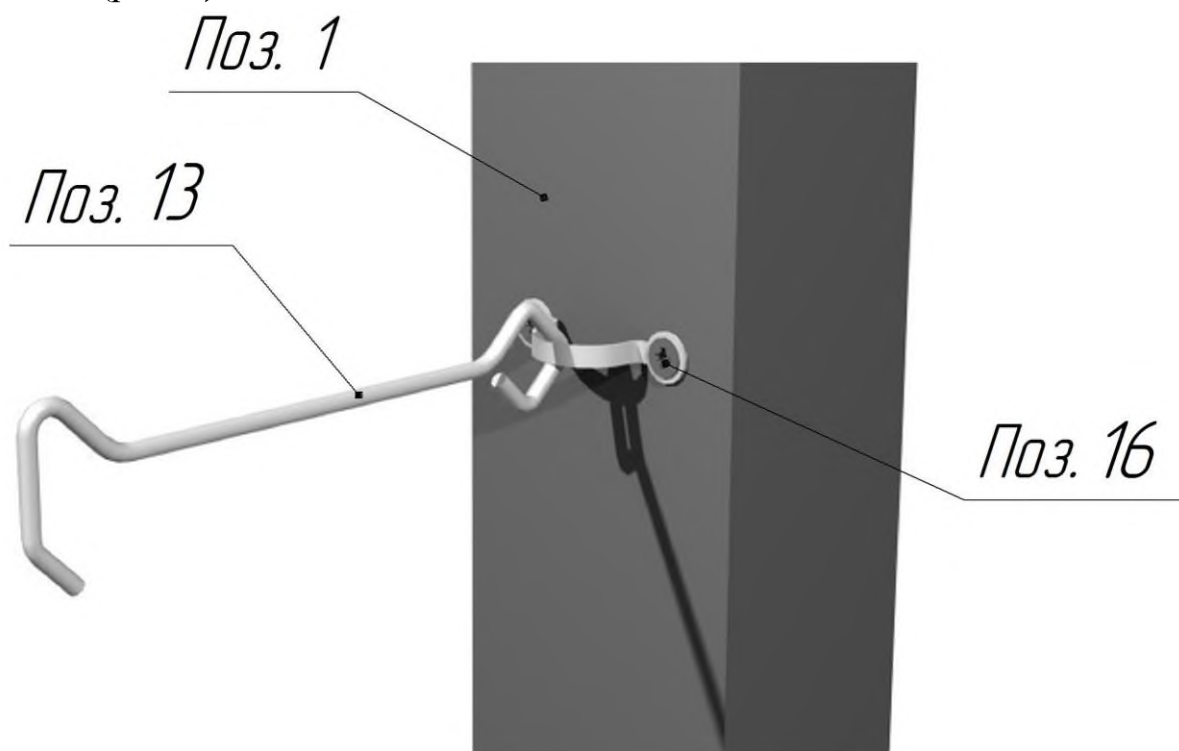

Рис.6 Установка крючка ветрового
6. Установить последовательно на каждую форточку и дверь **Поз.1** крючки ветровые **Поз.13** с помощью саморезов потайных оцинкованных Ø3.9х19 **Поз.16** (рис. 6)